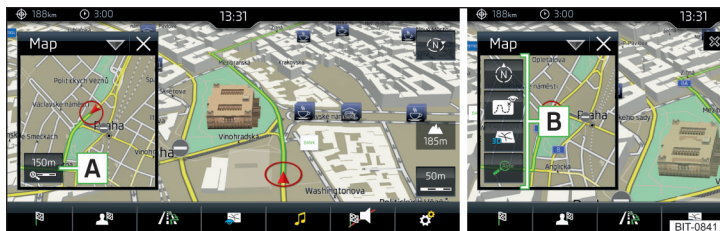

Fig. 232 Carte dans la fenêtre supplémentaire
► Dans la fenêtre supplémentaire, appuyez sur la touche de fonction **A** » fig. 232.